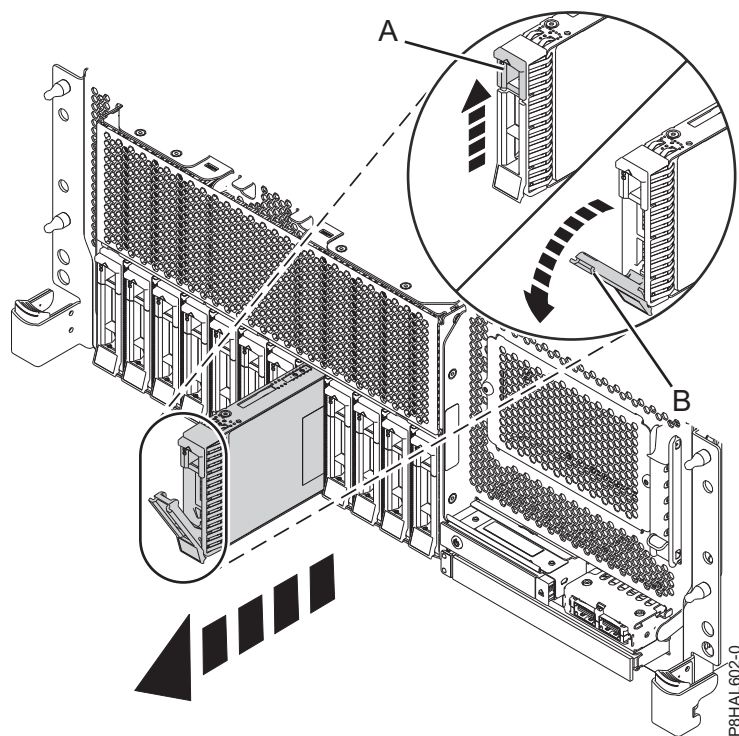

Figura 118. Extracció d'una unitat de disc d'un sistema de funció bàsica muntat en bastidor
3. Quan el LED d'identificació parpellegi, desbloquegeu la nansa de la unitat **(B)** fent pressió al pestell de la nansa **(A)** i estirant-lo cap a vosaltres, tal com es mostra a Figura 118, Figura 119 a la pàgina 131, Figura 120 a la pàgina 132 i Figura 121 a la pàgina 133. Si la nansa encara no ha sortit del tot, la unitat d'estat sòlid no podrà lliscar fora del sistema.